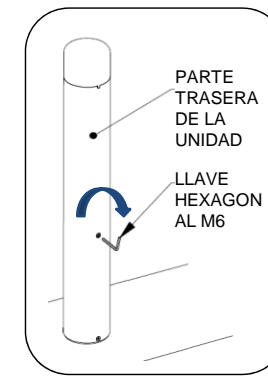

Fig. 6: extracción del cenicero
1. Ajustar el tornillo M8 con orificio hexagonal en la parte trasera de la unidad (ver fig. 6). El tornillo permanecerá en el cenicero.